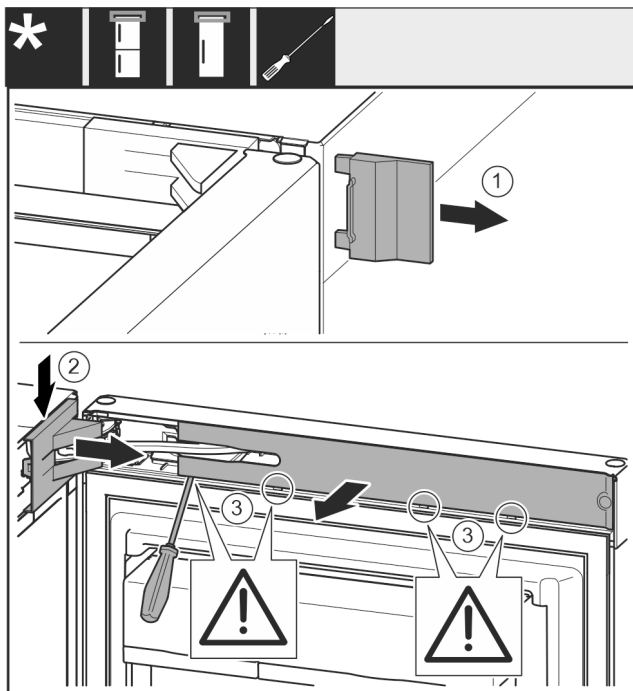

Fig. 8
- ▶ 取下盖板 Fig. 8 (1)。
- ▶ 拆卸并松开托架盖 Fig. 8 (2)。
- ▶ 取下托架盖 Fig. 8 (2)。
- ▶ 使用带槽螺丝刀松开隔板 Fig. 8 (3) 并把它转到一边。